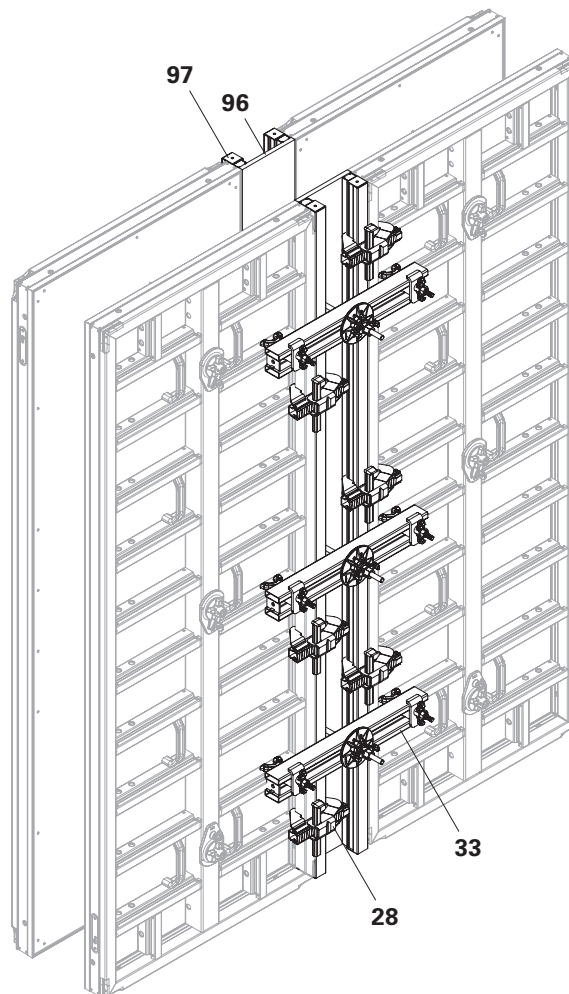
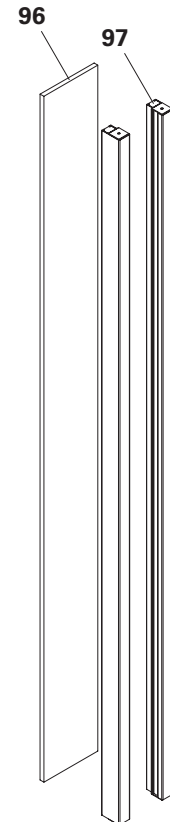

Fig. D8.02
Fig. D8.02a
- Assembly: (Fig. D8.02 + Fig. D8.02a)